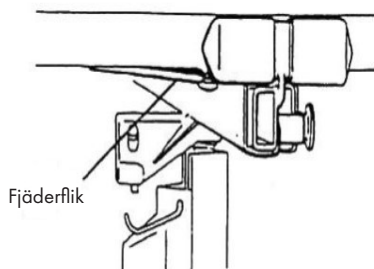

Bild 27
- Tryck varje tvärarm framåt in i sockeln tills fjäderfliken på tvärarmens undersida snäpper på plats enligt fig. 27.